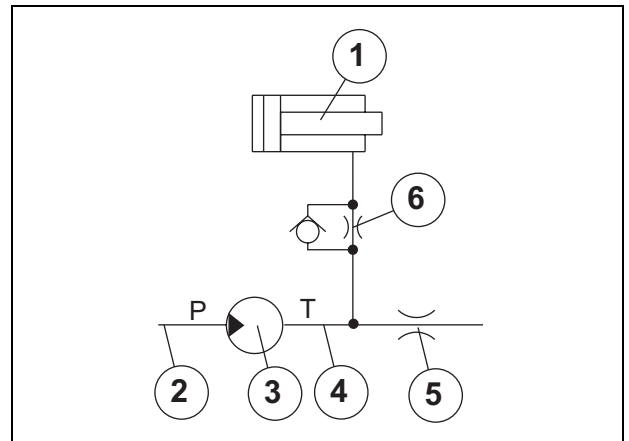

Fig. 8 Ligne de retour de système de sortie
Dans une ligne de retour de système de sortie, la pression de sortie est créée par un restricteur (5) dans la ligne de retour (4) des moteurs de scie. Voir Fig. 8.